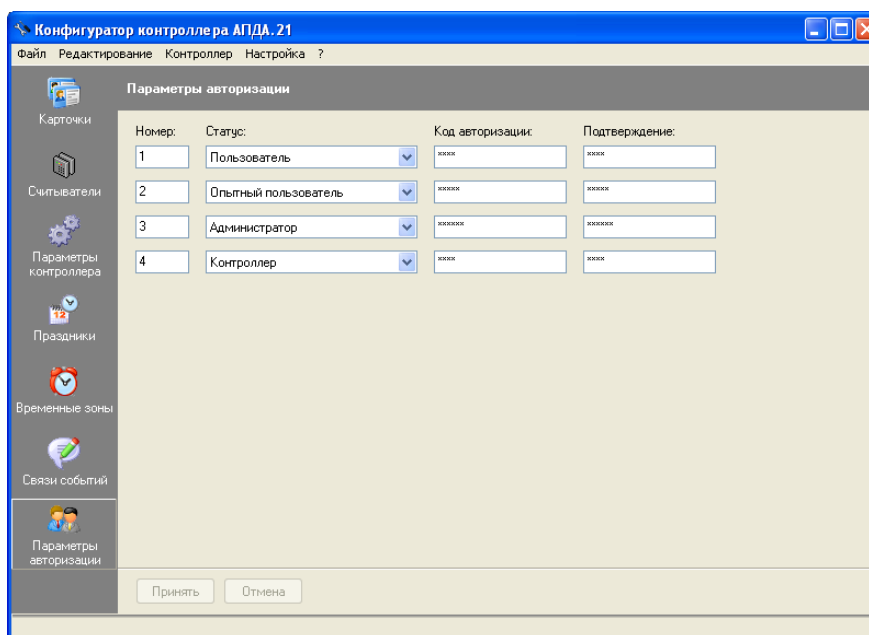

Рисунок 33
- 10) При необходимости, измените параметры авторизации при обмене по сети. Для этого выберите пункт меню "Редактирование/Параметры авторизации", в открывшемся окне "Параметры авторизации" (см. Рисунок 33) отредактируйте коды авторизации и нажмите кнопку "Принять".